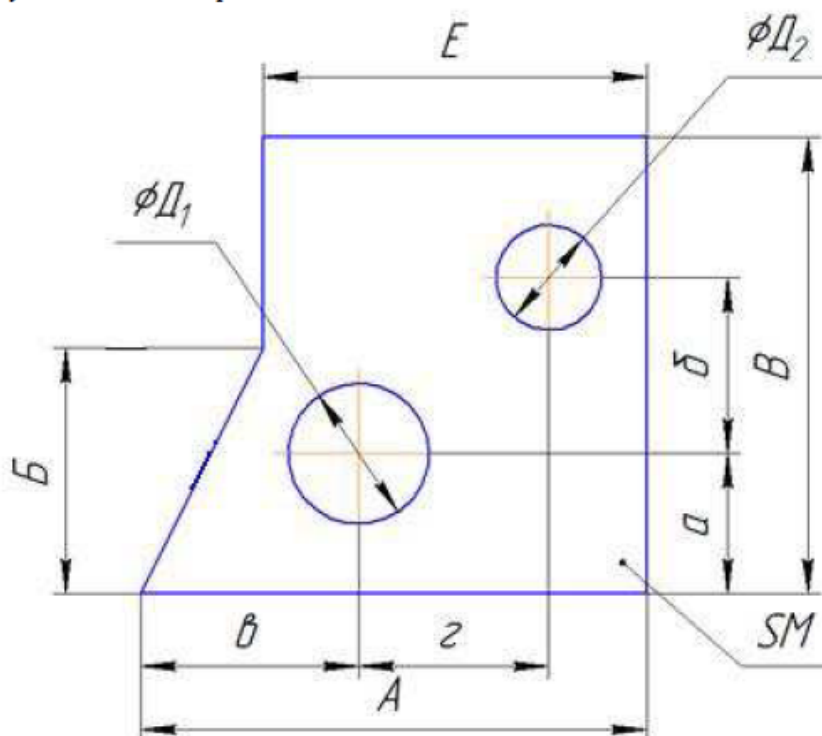

Рисунок 151 – Пластина
- Выполните чертеж Пластины, рис. 151, по заданным размерам варианта, табл. 1.